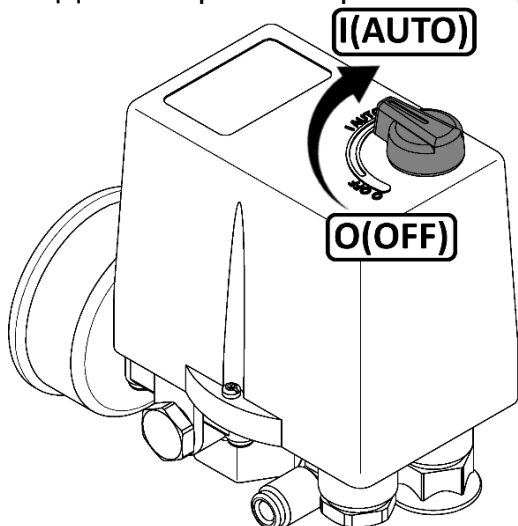

Рисунок 3
- Проверьте, чтобы выключатель на прессостате находился в выключенном положении "OFF" (см. рисунок 3).
- 1 Выключить компрессор выключателем на прессостате. Для этого необходимо переключить выключатель в положение "OFF" (см. рисунок 3). После этого остановится электродвигатель и произойдет сброс давления из нагнетательного воздухопровода и поршневого блока.
Для пуска компрессора после срабатывания защиты выполните следующие действия: после того, как двигатель остынет до допустимой температуры, переключите выключатель на прессостате в положение "OFF" (см. рисунок 3), а затем включите компрессор, переключив выключатель в положение "AUTO".